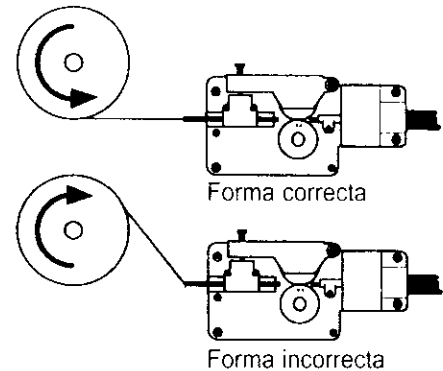

Figura 4. Instalación Correcta del Alambre
4. Colocar el carrete en el eje de modo que el alambre al salir del carrete quede como en la ilustración superior en la Figura 4.